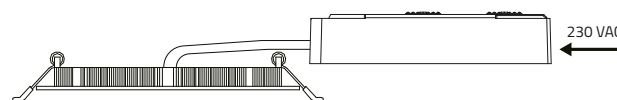

Abb. 2
2. An die Primärseite des Konverters die vorhandene 230 V AC Netzspannung anschließen (Abb. 2).